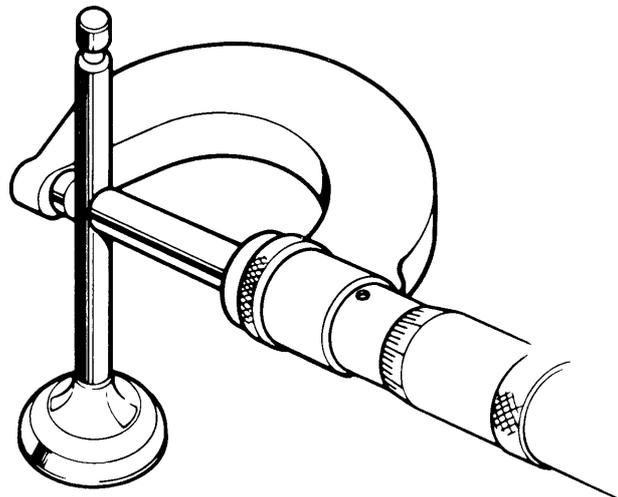

Bild 46b
- Den Aussendurchmesser jedes Ventilschafts messen und aufzeichnen (Bild 46b). Die Verschleissgrenze liegt beim Einlassventil bei 6,565 mm, beim Auslassventil bei 6,550 mm.